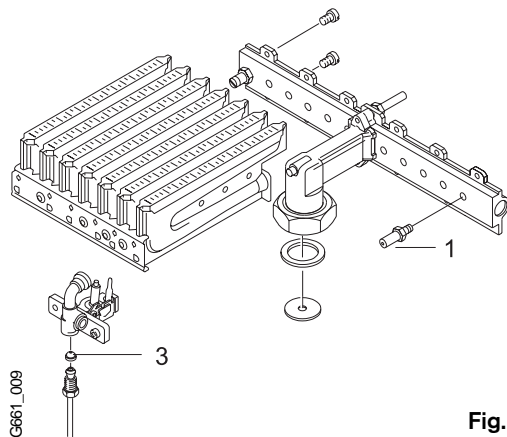

Fig. 6
2. Desmontar el quemador (fig. 6).
Desenroscar los grupos izquierdo y derecho del quemador y cambiar las boquillas inyectoras (fig. 6, pos. 1).
3. Cambiar la boquilla del quemador piloto (fig. 6, pos.3).